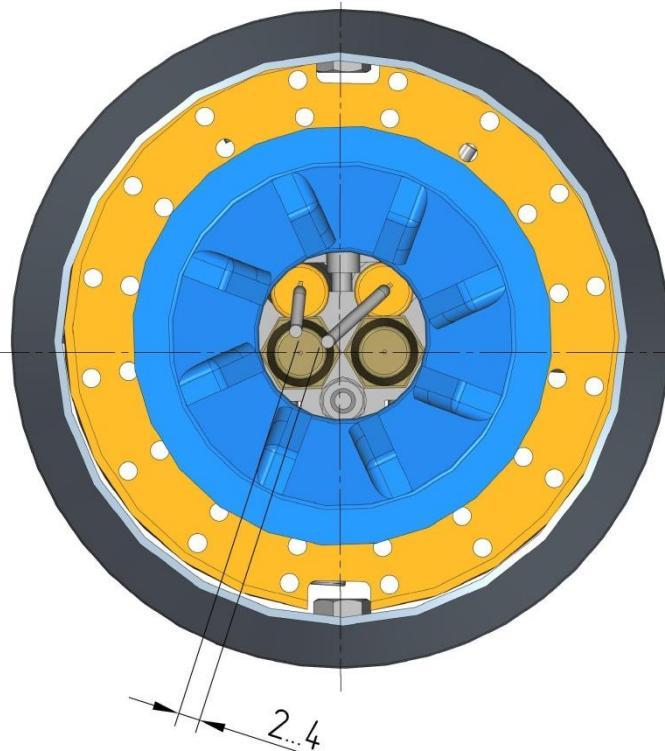

Рисунок 1.1 – Пламенная голова горелок типа ГКБ
1.4.16 В зависимости от положения пламенной трубы, изменяется зазор «» (рисунок 1.1) между пламенной трубой и **перфорированной** подпорной шайбой.